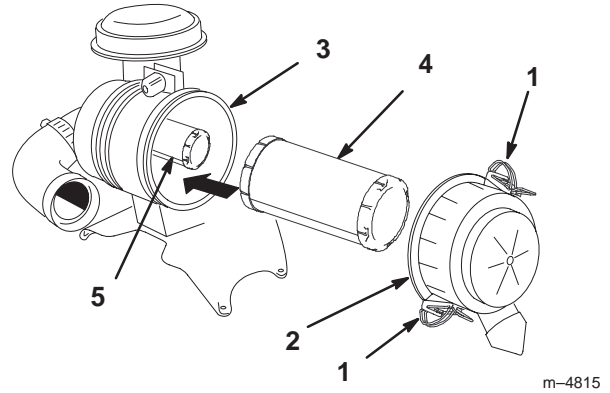

Figure 39
3. Dégagez les fixations du filtre et ôtez le couvercle du corps du filtre (Fig. 39).
5. Sortez l'élément primaire du corps du filtre avec précaution (Fig. 39). Évitez de cogner l'élément à l'intérieur du corps. N'enlevez pas l'élément de sécurité, sauf si vous voulez le remplacer également.
2. Si vous remplacez l'élément de sécurité, insérez-le avec précaution dans le corps du filtre (Fig. 39).
3. Installez ensuite l'élément primaire sur l'élément de sécurité avec les mêmes précautions (Fig. 39). Assurez-vous qu'il est bien engagé en appuyant sur le rebord extérieur du filtre quand vous l'installez.
4. Reposez le couvercle, le côté portant l'inscription **UP** étant tourné vers le haut, et verrouillez les fixations (Fig. 39).